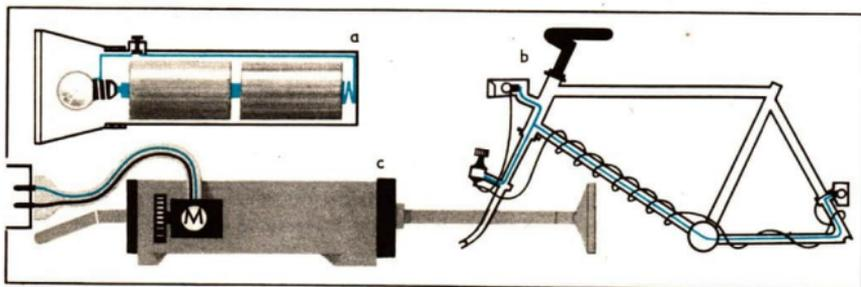

Bild 63/2 a) Stromkreis einer Taschenlampe b) Stromkreise eines Fahrrades
In der Technik ist es sehr oft üblich, auf ein zweites Leitungskabel als „Rückleitung“ zu verzichten. Das gilt zum Beispiel für die Stromkreise beim Fahrrad (Bild 63/2), bei Kraftfahrzeugen und bei Straßenbahnen (Bild 65/3).
Sie ermöglichte viele weitere große Entdeckungen über den elektrischen Strom. Auch heute noch wird dieses Prinzip bei der Reihenschaltung von Monozellen (Bild 63/2) sowie bei der Herstellung von Flachbatterien (Bild 70/1) und Batterien für Kraftfahrzeuge (Bild 70/2) benutzt. Eine Zelle einer solchen Bleibatterie hat eine Spannung von 2 V. ② ③
- ① Beschreibe den Aufbau einer Monozelle!
- ② Aus wieviel Zellen muß eine Bleibatterie für 12 V bestehen?
- ③ Wie kann man für einen Lkw eine Spannung von 24 V erzeugen?